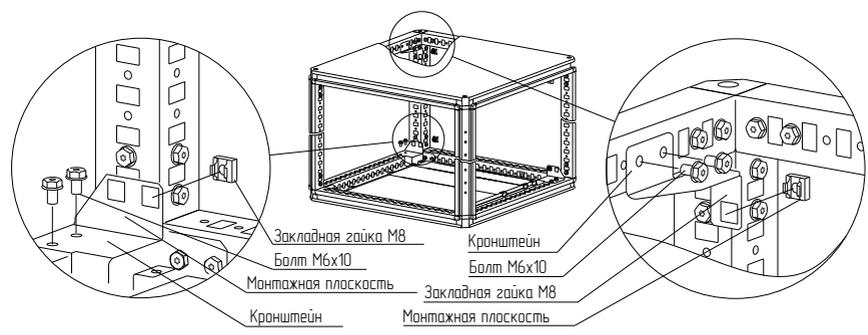

Рисунок 9
4.4.2 Закрепить на крыше и основании кронштейны болтами M6×10 (рисунок 9). Момент затяжки – 7 Н·м. Монтажная плоскость кронштейнов должна быть на равном удалении от фасадной плоскости каркаса.
4.4.3 Установить закладные гайки М8 в квадратные отверстия кронштейнов (рисунок 9).